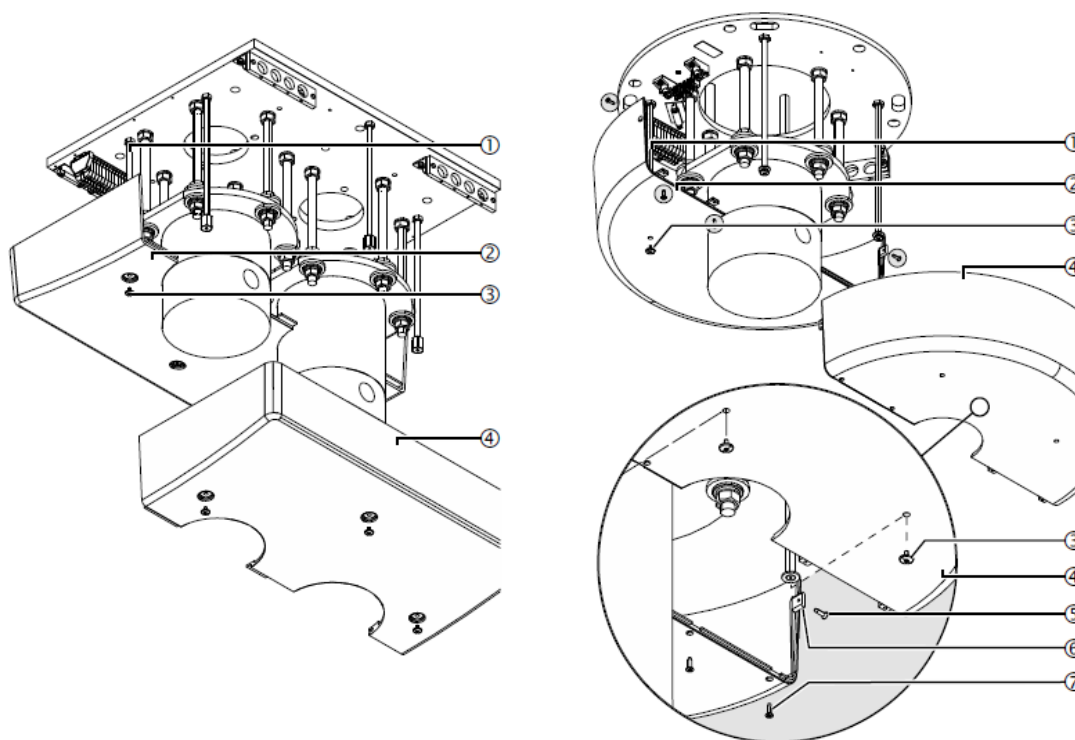

Fig. 27 Assemblage des moitiés de garniture
- Fixez le profilé en U (non illustré) à la première moitié de la garniture ②, comme illustré à la figure 27 (en option, l'auvent peut être scellé à l'aide de silicone).
- Monter la première moitié de la garniture ② sur les boulons filetés M10 x 325 mm ①, puis visser et serrer les vis du couvercle ③.
- Vérifiez que la moitié de la garniture ② est au même niveau que le faux plafond. Si nécessaire, resserrez les 4 boulons filetés M10 x 325 mm ①.
- Placez la bande sectionnelle en forme de U (non illustrée) sur la deuxième moitié du bonnet ④ et poussez-la sur la première moitié de la garniture ② de manière à ce qu'elles s'emboîtent étroitement.
- Monter la deuxième moitié de la garniture ④ sur les boulons filetés M10 x 325 mm ①, puis visser et serrer les vis du couvercle ③.
- Montez et serrez les 4 écrous spéciaux M10 pour couvrir l'extrémité fileté des boulons filetés ①.